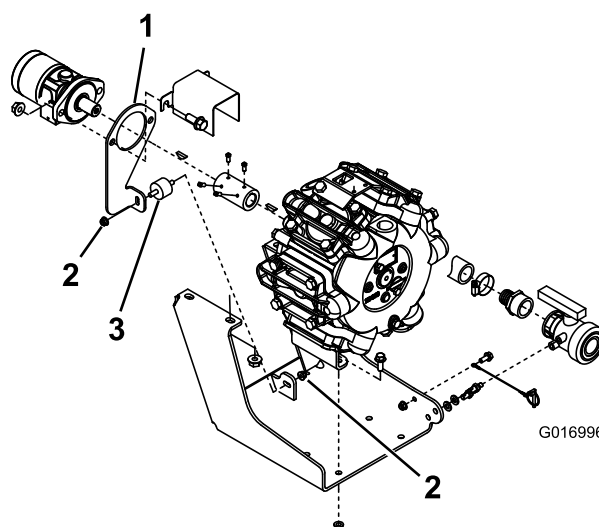

Figure 1
3. Retirez les 2 écrous à embase qui fixent le bloc antivibration en caoutchouc à la plaque de support du moteur, et déposez le bloc antivibration en caoutchouc (Figure 1).